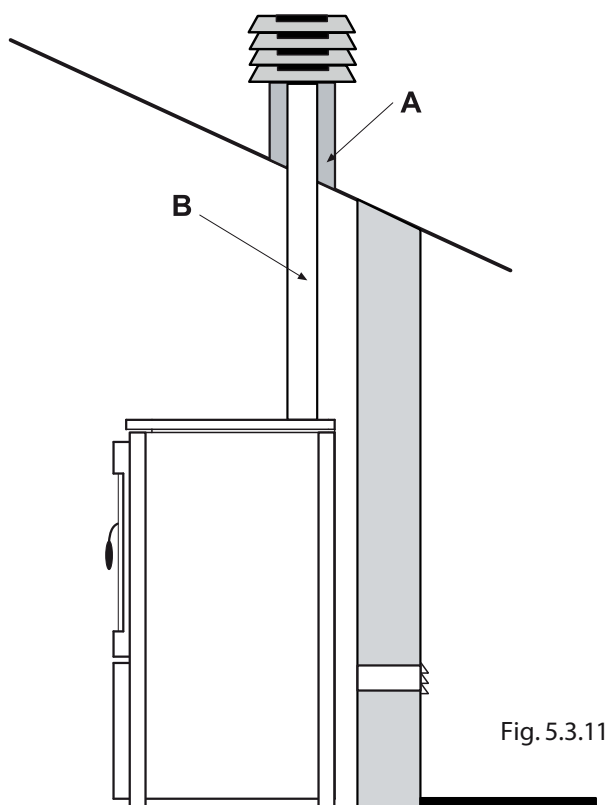

Fig. 5.3.11
- In caso di canna fumaria di sezione maggiore è necessario "intubare" la canna fumaria con una tubazione in acciaio (con diametro in funzione del percorso) opportunamente isolata (Fig. 5.3.11).
- If the flue has a larger cross-section it is necessary to insert a steel pipe (with a diameter based on the path) which is properly insulated (Fig. 5.3.11)
- Bei einem Rauchfang mit größeren Innenmaßen muss ein dementsprechend isoliertes Stahlrohr (mit Durchmesser je nach Strecke) eingeführt werden (Abb. 5.3.11).